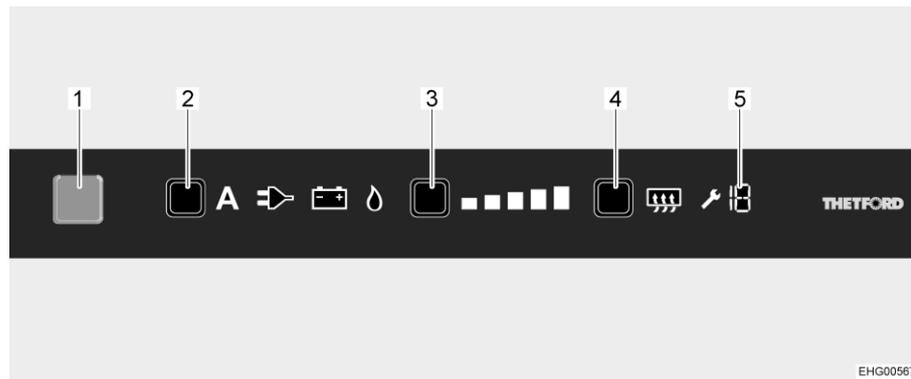

Fig. 177 Elementi di comando
Dopo l'accensione il frigorifero seleziona automaticamente la regolazione del termostato selezionata per ultimo. Questa regolazione può essere modificata manualmente tramite il tasto del livello di refrigerazione (Fig. 177,3). Le barre luminose dell'indicatore del livello di refrigerazione visualizzano la temperatura selezionata sul termostato. Con il tasto del livello di refrigerazione viene regolata la temperatura di refrigerazione per i tre tipi di energia. Ci vogliono alcune ore prima che il frigorifero raggiunga la temperatura normale di esercizio. Cambiando la modalità di funzionamento la regolazione del termostato non viene modificata. La temperatura di refrigerazione è indipendente dal tipo di energia utilizzata.
- Premere il tasto On/Off (Fig. 177,1) per 1 secondo. Il tasto si illumina di blu. Dopo circa 10 secondi, l'indicatore viene attenuato per risparmiare energia.
- Premere il tasto di selezione energia (Fig. 177,2) più volte, fino a che risulta selezionata la fonte energetica desiderata.
- Premere il tasto del livello di refrigerazione (Fig. 177,3) più volte, fino a che risulta selezionato il livello di refrigerazione desiderato. Il livello di refrigerazione attuale viene indicato dalle barre luminose.
- Premere il tasto On/Off (Fig. 177,1) per ca. 2 secondi. Tutte le spie si spengono. Il frigorifero è spento.